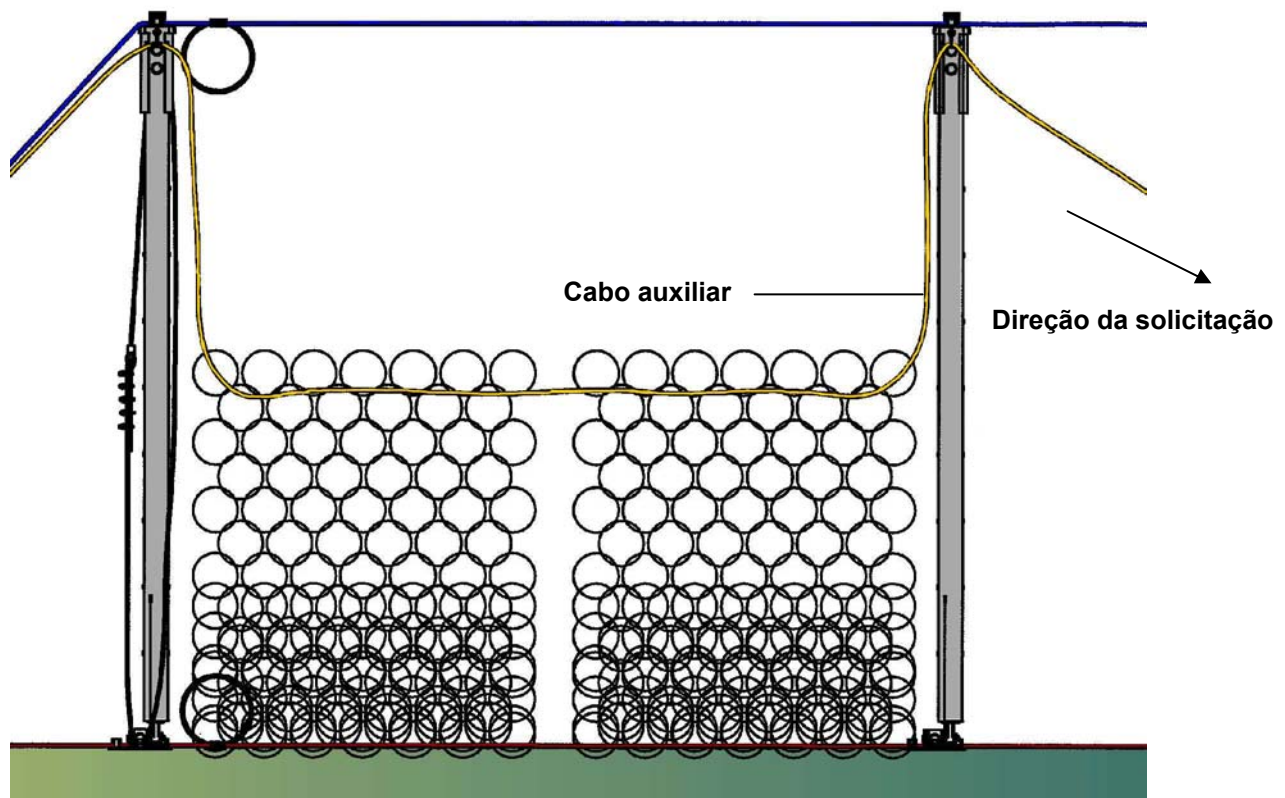

Figura 45 Instalação da rede de anéis com cabo auxiliar
- Pendurar o cabo de instalação auxiliar no topo de uma cabeça de poste de um poste vizinho, e colocá-lo entre os tubos guia dos cabos superiores de ambos os postes de quaisquer lados do campo. Tracionar o cabo de instalação auxiliar usando um guincho/roldanas, suspendendo a rede de anéis então até a altura do cabo suporte superior (ver Figura 45).